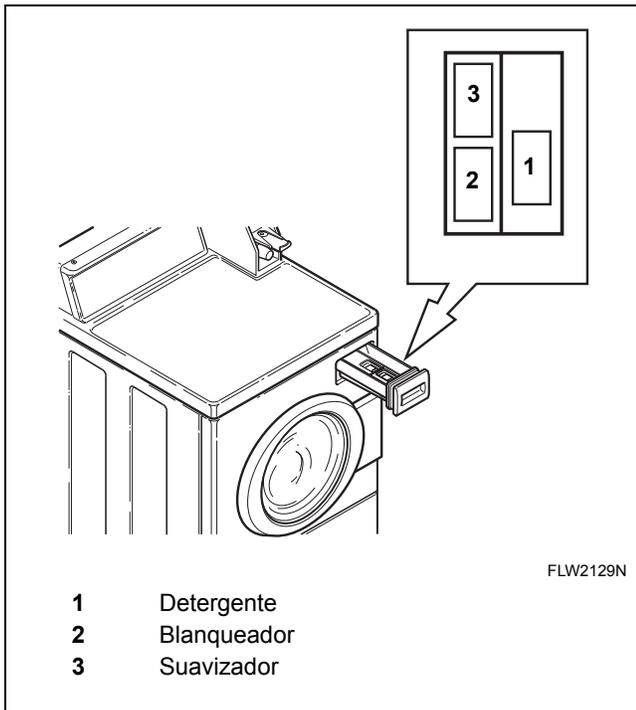

Figura 29
Abra la gaveta del surtidor. Mida y añada detergente de alta eficiencia (HE) que dé poca espuma (1), blanqueador (2) y suavizante (3) al cajón de suministro (consulte *Figura 29*). Cierre la gaveta del surtidor.